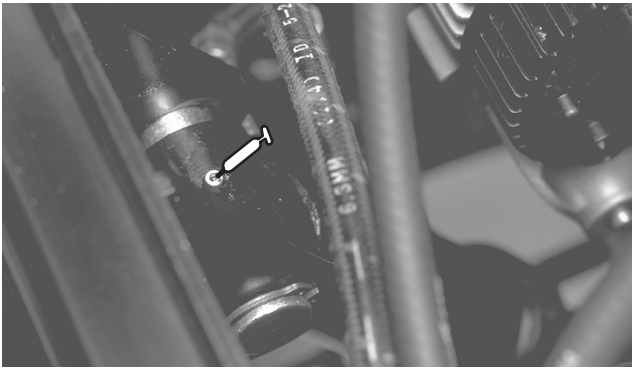

Bild 37
- Hintere Hubzylinder-Drehbüchsen (2) (Bild 37)